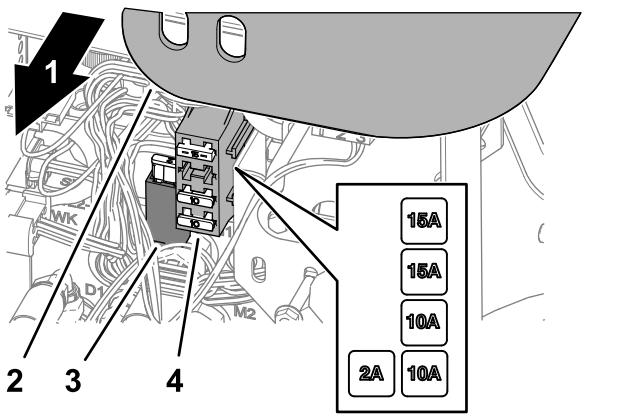

Figura 79
- Retire la cubierta del brazo de control (Figura 79).
3. Localice el fusible fundido en el portafusibles o en el bloque de fusibles (Figura 79).
5. Monte la cubierta en el brazo de control (Figura 79).